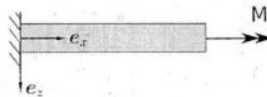

Abbildung 5.2: Eingespannter Träger.
- 5.1) Welche konstante Last würde **ausschließlich** (ohne Vernachlässigung von Querkraftschub) eine Schubspannung $\sigma_{\varphi x}$ in der $r - \varphi$ -Ebene hervorrufen? Zeichnen Sie eine mögliche Last am Träger in Abb. 5.2 ein.